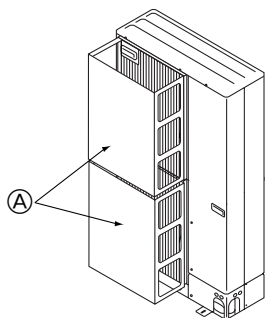

Fig. 2-15
- ① Montera en luftledare (tillval) om enheten installeras på en plats där starka vindar, t.ex. vid en storm, direkt kan tränga in i luftutblåset. (Fig. 2-15)